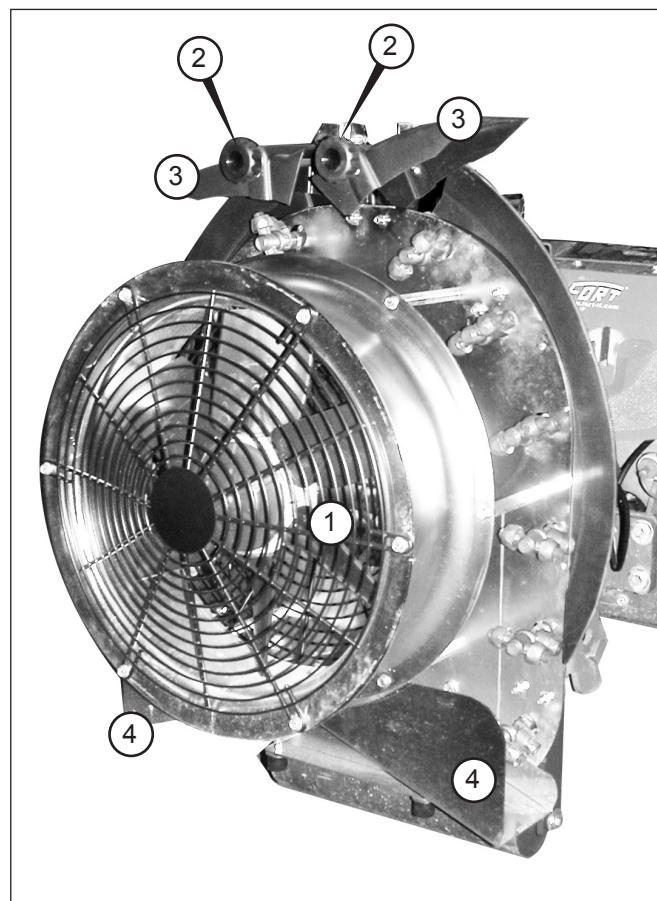

Fig. 11 - Ventola
4.1.5 GRUPPO VENTOLA (Fig. 11)
L'atomizzatore in funzionamento presenta una ventola in rotazione ad alta velocità protetta da una griglia (1 Fig. 11).
Nella parte superiore della ventola sono presenti due deflettori (uno a destra e uno a sinistra - 3 Fig. 11), che sono regolabili tramite i due pomelli (2 Fig. 11) e che servono per definire la direzione del flusso dell'aria e quindi indirizzare con più precisione il prodotto nebulizzato.
Nella parte inferiore della bocca di mandata della ventola sono presenti due convogliatori fissi di direzione flusso (4 Fig. 11).